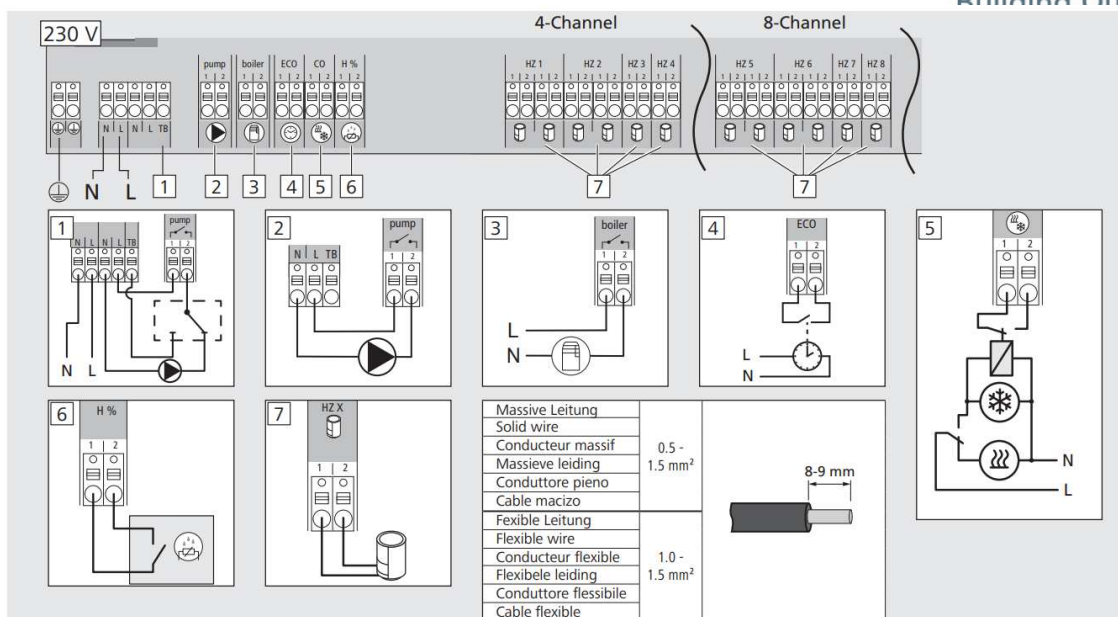

Imagen 1
- Para la conexión eléctrica, las secciones de los cables y diámetros que se pueden utilizar son los siguientes. (Ver Imagen 1):